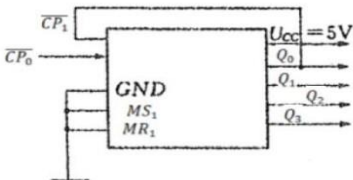

图 5.4 8421 码十进制计数器
- (3) 8421 码十进制计数器: 如图 5.4 所示， \overline{CP}_0 作为计数脉冲输入端， Q_0 接 \overline{CP}_1 且 Q_0 、 Q_1 、 Q_2 和 Q_3 作为输出端。表 5.2 是 8421BCD 码计数真值表。